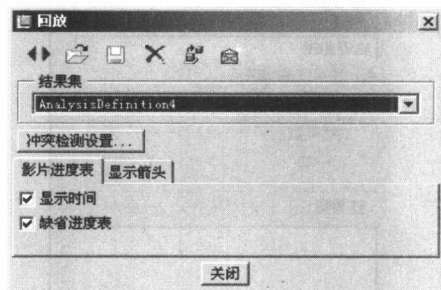

图 1-15 “回放”对话框
② **回放 (Playback)** 可以回放分析运行的结果, 也可以保存或输出结果, 或者恢复先前保存的结果。点选此选项, 系统将弹出如图 1-15 所示的“回放 (Playbacks)”对话框。它具有以下几项功能。